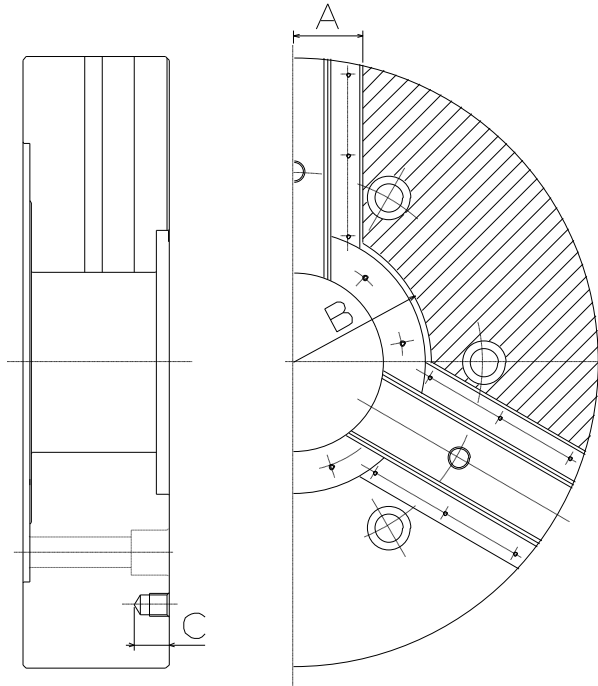

图 14
- 在卡盘主体表面上安装定位器或模具时，按照图 14 所示，在补充加工范围内进行打孔。